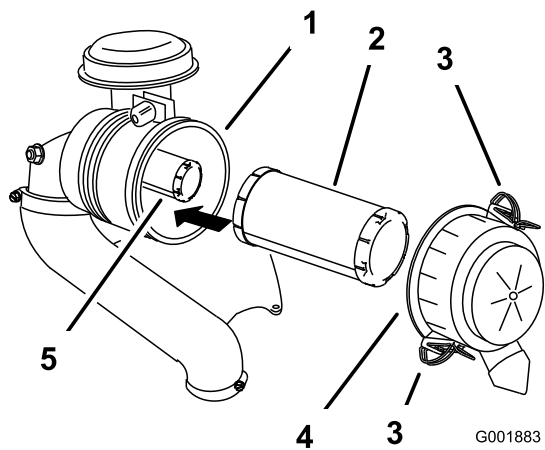

Bild 27
3. Lösen Sie die Riegel am Luftfilter und ziehen Sie die Abdeckung von der Luftfilterabdeckung ab (Bild 27).
- Schieben Sie den Hauptfilter vorsichtig aus dem Luftfiltergehäuse heraus (Bild 27).
- Wenn Sie den Sicherheitsfilter auswechseln, schieben Sie ihn vorsichtig in das Filtergehäuse (Bild 27).
- Schieben Sie den Hauptluftfilter vorsichtig auf den Sicherheitsluftfilter (Bild 27).
- Bringen Sie die Luftfilterabdeckung so an, dass die Seite mit **Up** nach oben zeigt, und rasten Sie die Riegel ein (Bild 27).